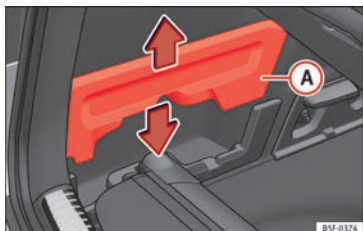

Fig. 169 Nel bagagliaio: Alloggiamento per la riposizione del pianale portaoggetti
- Rimuovere le coperture » **fig. 169** **A** sinistra e destra.